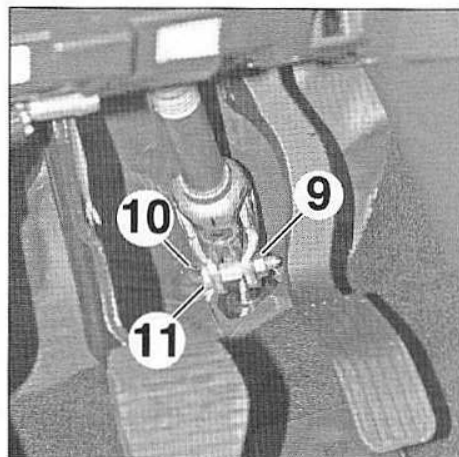

FIG.11
- Déposer l'écrou (9) (Fig.11).
- Ecarter l'agrafe (10).
- Déposer la vis (11).